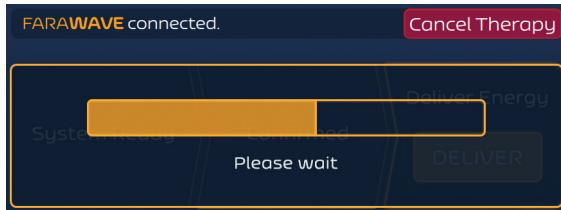

Abbildung 13. Therapiebildschirm – Asynchroner Modus – Countdown zwischen Abgaben
- Der FARASTAR PFA-Generator sieht eine Verzögerung von 10 Sekunden zwischen den Abgaben vor. Dies wird wie in Abbildung 13 gezeigt umgesetzt.